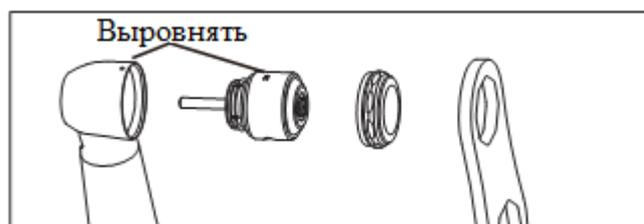

Рисунок 16
- 6) Установите на место крышку головки (Рисунок 16).